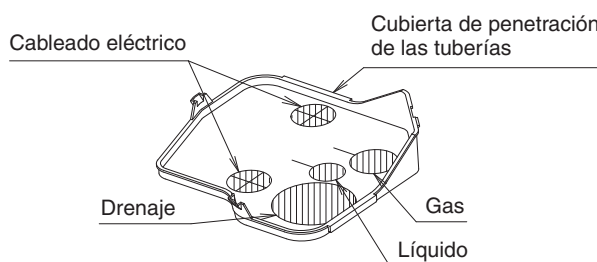

Fig.19
- En caso de conectar la tubería de forma ascendente, extraiga la cubierta de penetración de la tubería, perforo orificios para la tubería de penetración cortando la cubierta con un cortador, como por ejemplo con unas tijeras. Tras colocar la tubería a través de la cubierta, instale la cubierta de la unidad interior. **(Refiérase a la Fig. 19)**